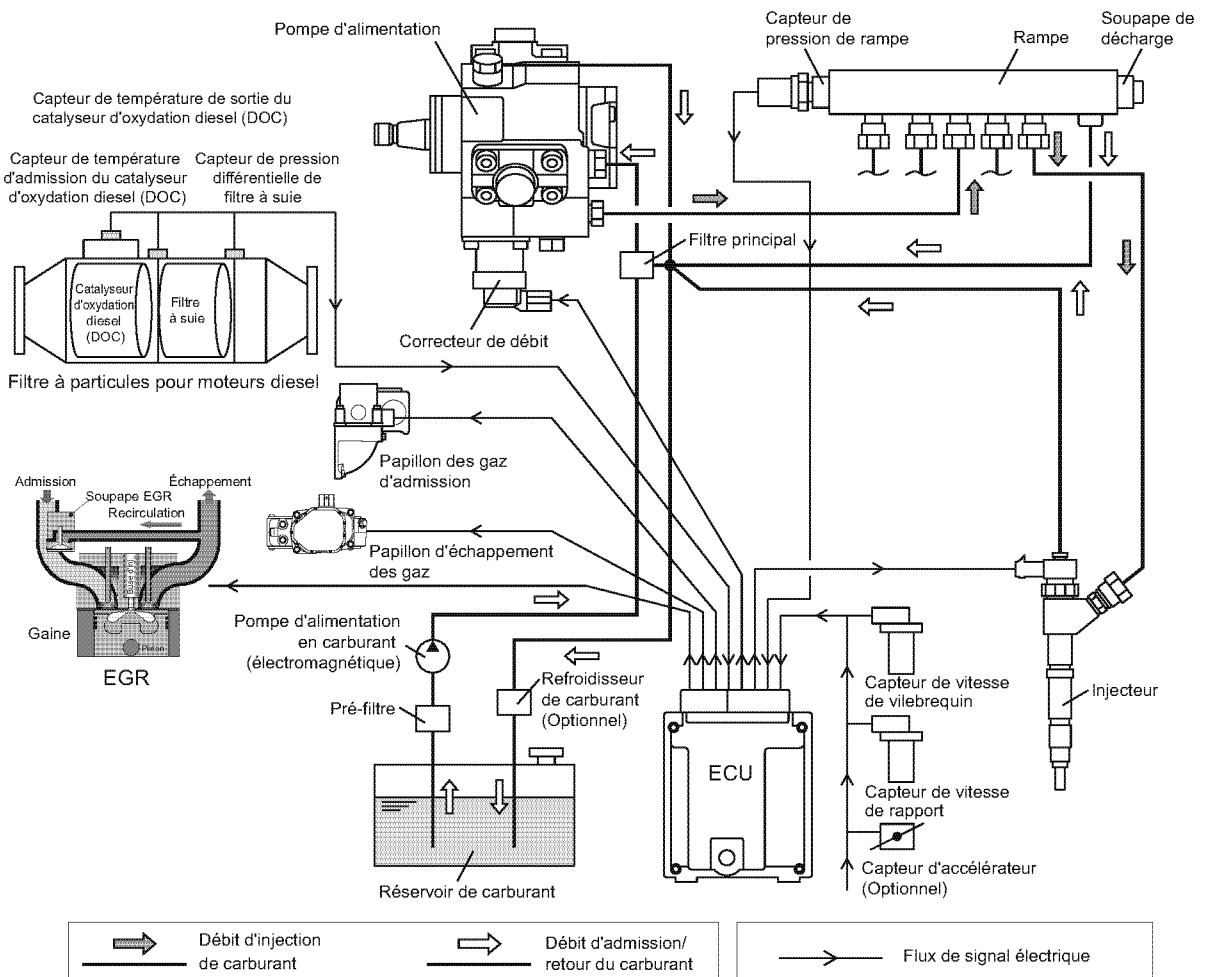

Figure 8
1. système de glissières courant, 2 Système EGR qui commande la recirculation des gaz d'échappement en fonction de la charge du moteur et du régime conformément aux exigences EPA sur les émissions (EPA20129 et 3, un système qui commande le fonctionnement du mode de régénération du filtre à particules en réglant le papillon d'admission en fonction de l'état (colmatage) du filtre à particules diesel (DPF) du dispositif de post-traitement. La **Figure 8** illustre le détail de ce système de commande électronique.